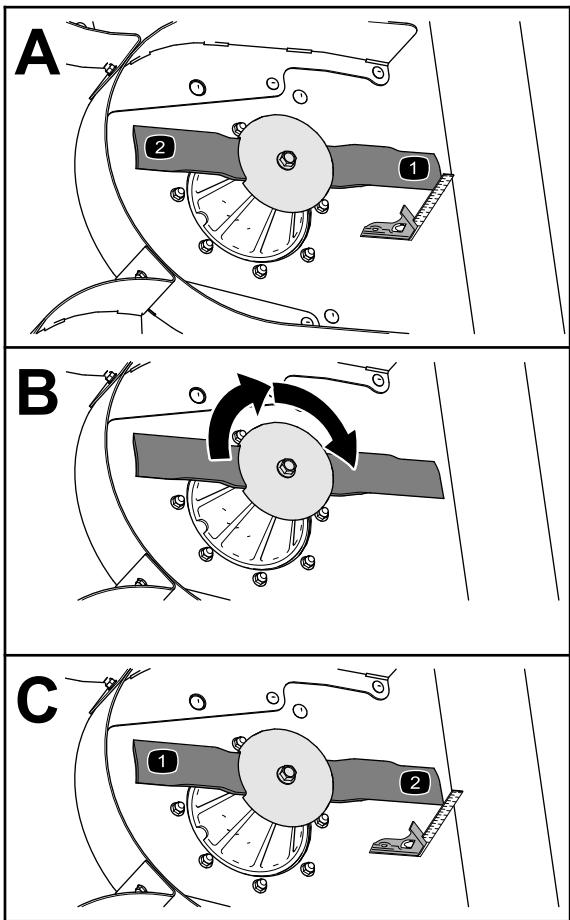

Figura 72
3. Utilizzate una squadra combinata per misurare la distanza tra l'area pulita del piatto di taglio e la punta del tagliente (Figura 72).
4. Ruotate la lama di 180° (**Figura 72**).
5. Misurate la distanza tra l'area pulita del piatto di taglio e la punta del tagliente (**Figura 72**).